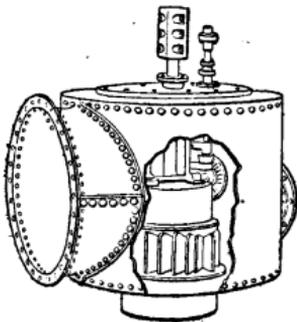

Fig. 724.
**Turbines. —** Moteurs actionnés par l'eau, la vapeur, l'air : L'élément dit turbine qui reçoit l'impulsion est une roue à ailettes montée sur un arbre vertical (fig. 724) ou horizontal. Les turbines hydrauliques sont utilisées depuis longtemps, mais celles à vapeur (Laval, Par-